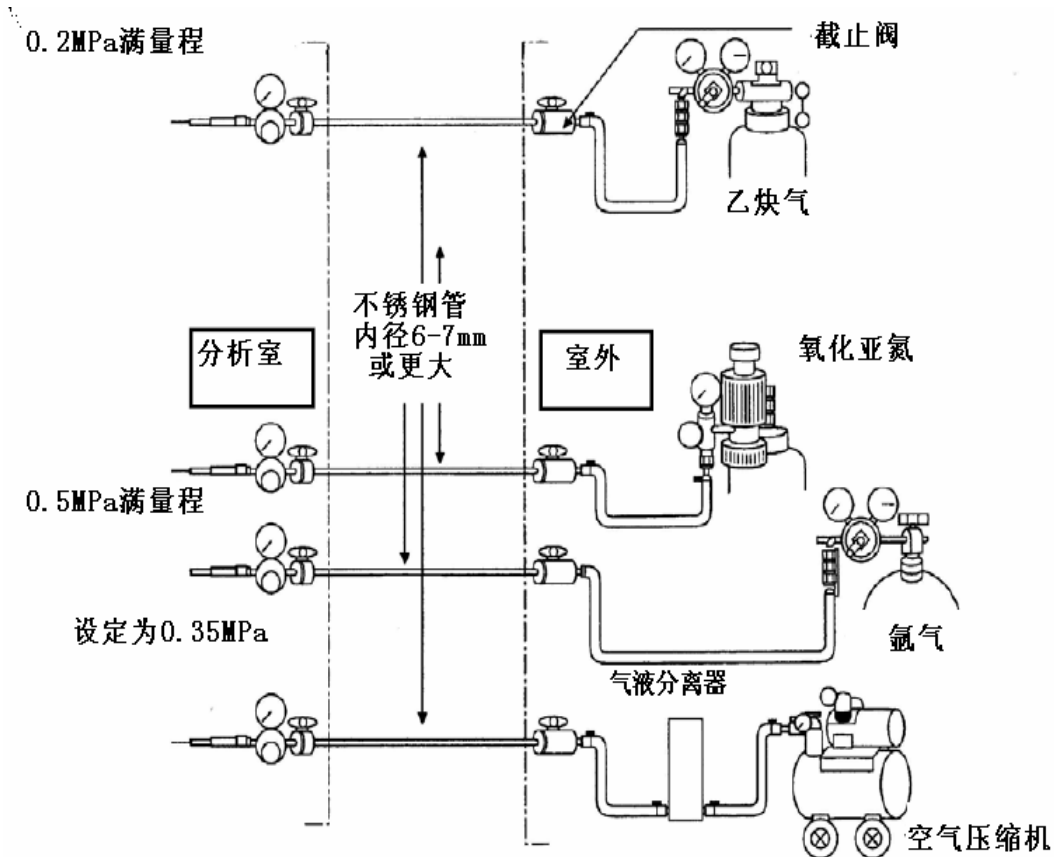

图2.2 原子吸收仪器用配管推荐例
- (c) 在空气配管系统内，应在图2.2所示位置安装气液分离器。使用充分干燥的空气供应源时无需安装。
- (d) 图2.2 表示配管例。